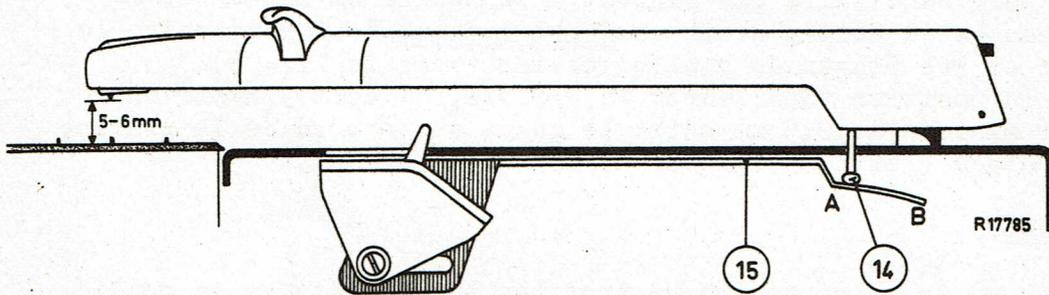

Fig.12
- b. la distance entre l'aiguille et le tapis de caoutchouc du plateau soit de 5 - 6 mm, lorsque le bras est enlevé du support et déplacé sur le plateau (voir la fig. 12).
Par le pliage de la cosse de l'étrier 15 près du point A (voir les figs. 12 et 13).
L'ergot 14 ne doit pas toucher le bras de pick-up. Le point B de la fig. 12 doit donc être réglé le plus bas possible.